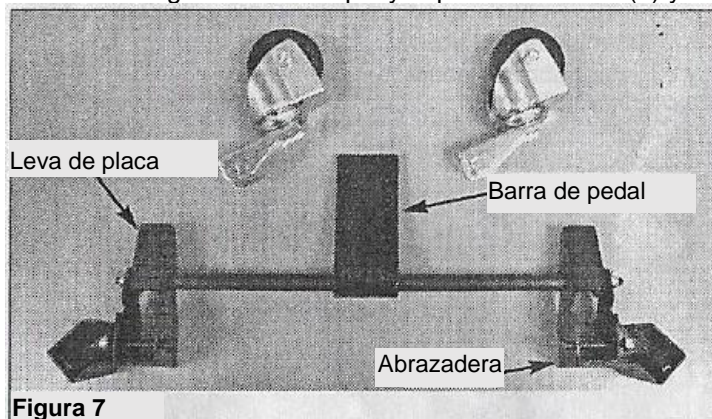

Figura 7
- Véase la figura 7. Identifique y separe las ruedas (4) y los soportes para las ruedas (2).